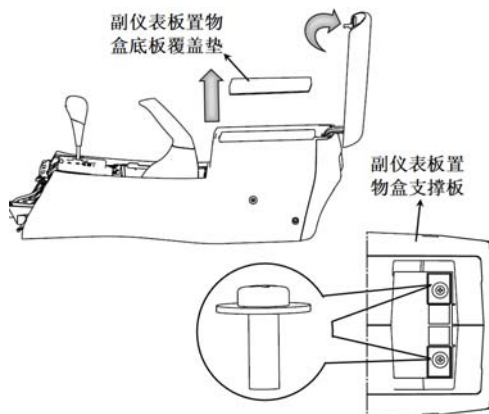

图 1-2-2-8 副仪表板本体总成拆卸步骤 1
②用一字螺丝刀沿 USB&AUX 接口盖板与副仪表板本体配合处小心撬起盖板，将全部配合卡脚松开，拔除与盖板相连的接插件，取出盖板。如图 1-2-2-9 所示。